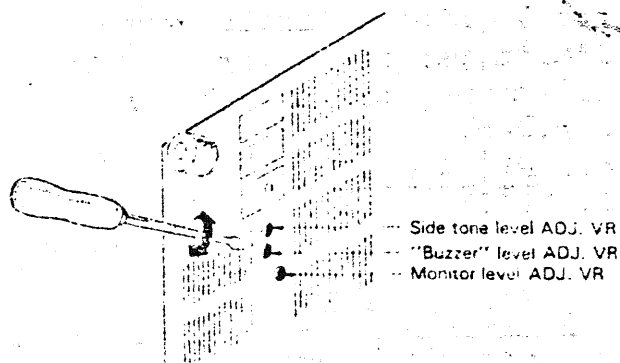

Fig. 8-4 Regolazione Side-tone Buzzer e Monitor
**NOTA:** le regolazioni 6, 7 e 8 vengono fatte agendo con un cacciavite attraverso gli appositi fori sul fondo, secondo le indicazioni di Fig. 8-4, a pag. 52.